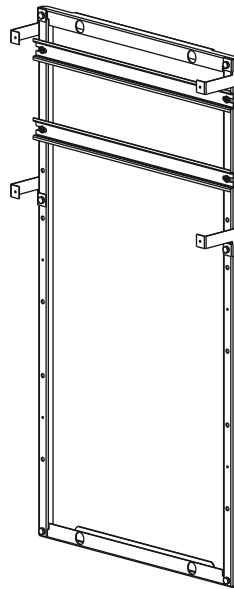

Рисунок 3
2.2 С помощью винтов самонарезающих М4х13 закрепите на раме две Т-образные направляющие (рисунок 3).